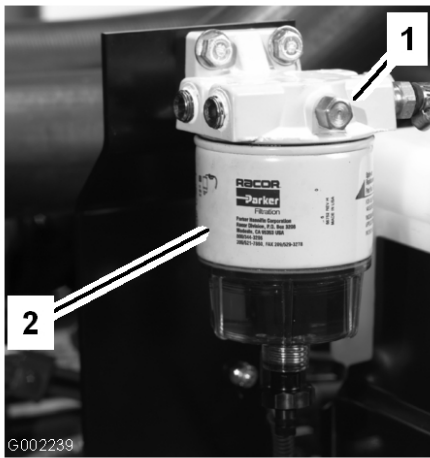

Bild 42
3. Öffnen Sie die Entlüftungsschraube am Kraftstofffilter/Wasserabscheider (Bild 42).